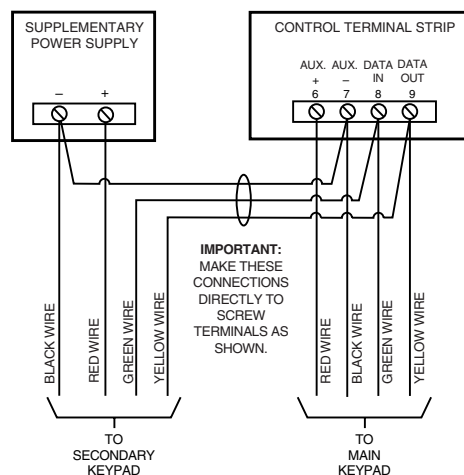

图 3-5: 使用辅助电源供电
如图 3-5 所示连接增加的键盘，键盘色线如图所示。请注意供电设备的电气特性。
- 请按图 3-5 所示将键盘连接到主机的端子上。